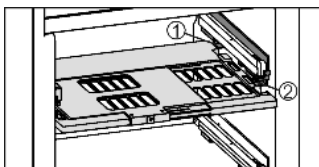

Fig. 14
- Vložení police s regulací vlhkosti: Výstupky víka police zespod zaveďte do zadních držáků Fig. 14 (1) a vpředu zaklesněte do držáku Fig. 14 (2).